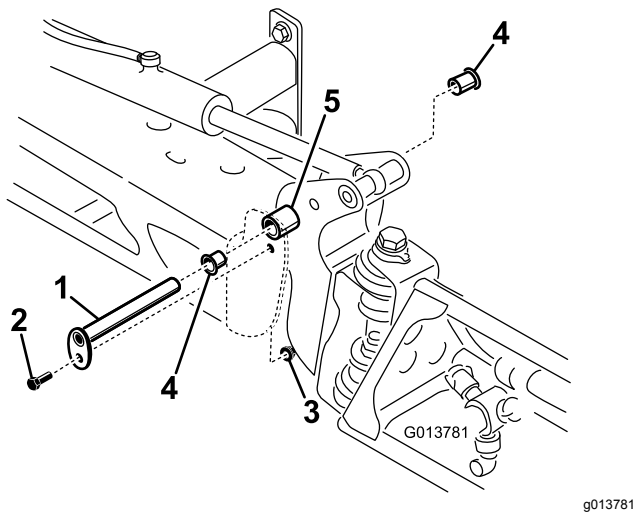

图76
- 支撑住喷洒臂的重量、然后拆下将枢轴销紧固到喷洒臂组件的螺栓和螺母 图76。
- 拆下枢轴销 图76。
- 从枢轴支架的前后侧拆下尼龙轴套并进行检查 图76。
- 将喷洒臂和枢轴支架装回中心机架上对准开口 图76。